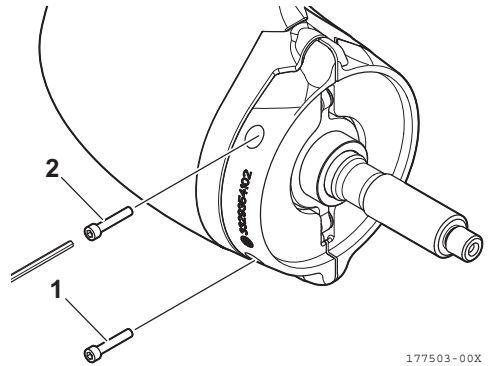

Abbildung 27
1. Die Befestigungsschrauben (1, 2, **Abbildung 27**) der Anoden (1, 2, **Abbildung 28**) mit dem Sechskantschlüssel lösen und entfernen.